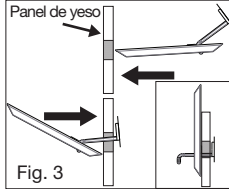

Fig. 3
11. Una vez que haya introducido la barra completamente en la pared, tire del reborde hacia atrás/afuera y asegúrese de que la barra se incline hacia arriba detrás de la pared y que quede en posición vertical. La barra debe descansar sobre la superficie interior de la pared y estar orientada hacia arriba con el extremo más largo en el extremo superior. (Fig. 3)